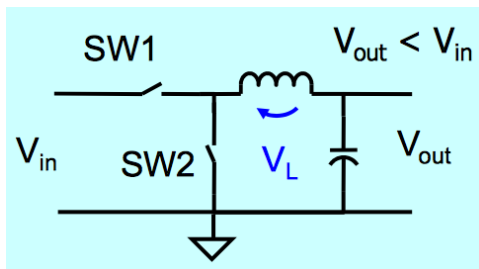

Figura 30: Regolatore Buck
**Buck** Questo regolatore presenta due interruttori complementari, nel caso di  $SW1=ON$  la corrente in  $L$  (induttore) cresce e viceversa con  $SW2=ON$ . Spesso  $SW2$  viene realizzato con un diodo che, polarizzato inversamente, regolerà correttamente il flusso. In generale  $V_{OUT} < V_{IN}$ . (Figura 30)